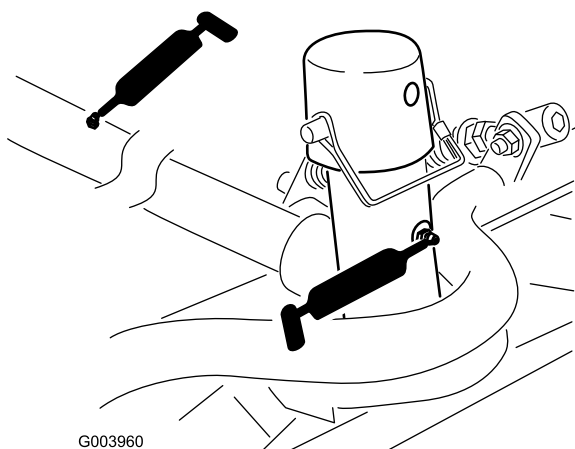

図 52
- ・ カッティングユニットのキャリア・フレームとピボット（各2）（図 52）